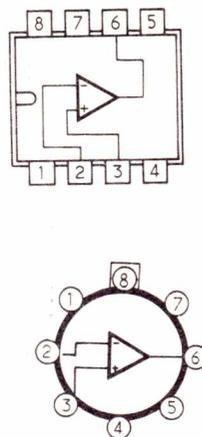

Figure 8
Nous donnons, d'ailleurs, à la figure 8, en (A) le branchement du TL080 AC en boîtier rectangulaire 8 broches et, en B de la même figure, le branchement, en boîtier cylindrique 8 fils, du TL080 C.
Dans le cas de ceux de la **figure 8**, on dispose, en plus des broches indiquées sur le schéma, des suivantes : 1 = OFFSET; 4 = masse, 5 = Offset, 7 = V_+ , 8 = compensation.